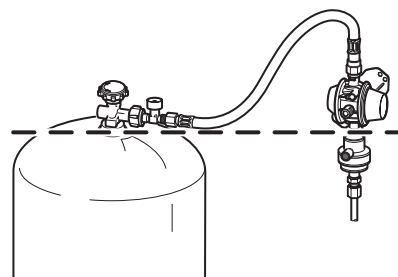

Afbeelding 3 Afmetingen in mm. Weergave niet op schaal
- De MonoControl CS moet afhankelijk van de uitvoering verticaal op een stevige wand of horizontaal tegen de bovenkant van de gasfleskast worden gemonteerd. Het **ontkoppelingselement** (afb. 3 – A) moet altijd in **verticale positie** staan.